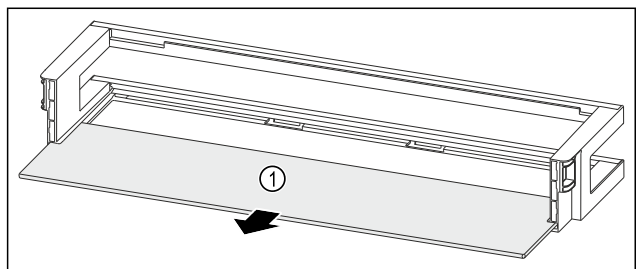

Fig. 201 Odkladací priestor vo dverách s odkladacou plochou
- Odoberte odkladaciu plochu Fig. 201 (1).